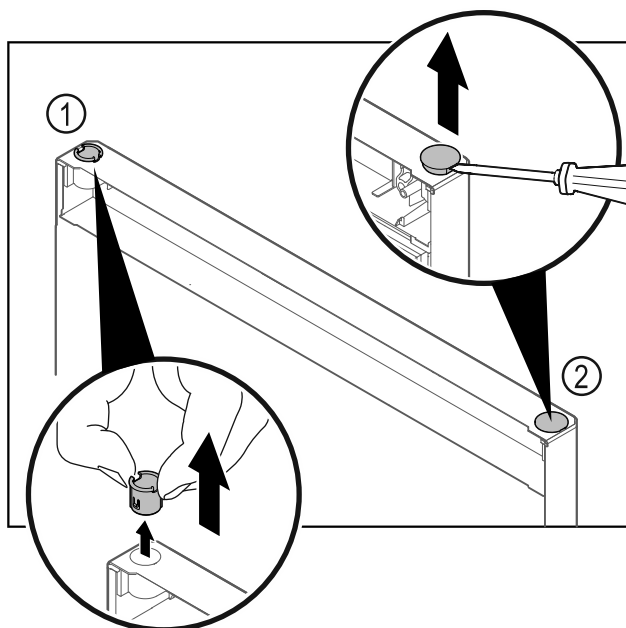

Fig. 27 Drzwi chłodziarki
- ▶ Wyjąć palcami tuleję zawiasu Fig. 27 (1).
- ▶ Zatyckę osłonki Fig. 27 (2) ostrożnie podważyć przy pomocy śrubokręta płaskiego i wyjąć.